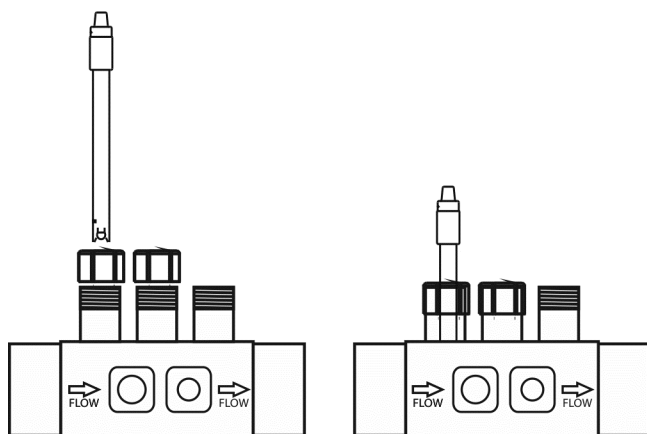

Fig. 12
1. Inserire le sonde di pH fornite con il sistema negli appositi alloggi del porta-sonde (Fig. 12).